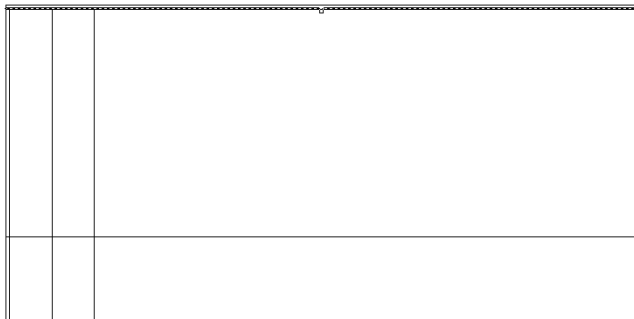

Рис. 4.10 ▼ Смещение внутренней линии контура задней стенки
8. Теперь выберите внутреннюю горизонтальную линию контура задней стенки (рис. 4.10) и также сместите ее внутрь рабочей зоны на 400 мм.